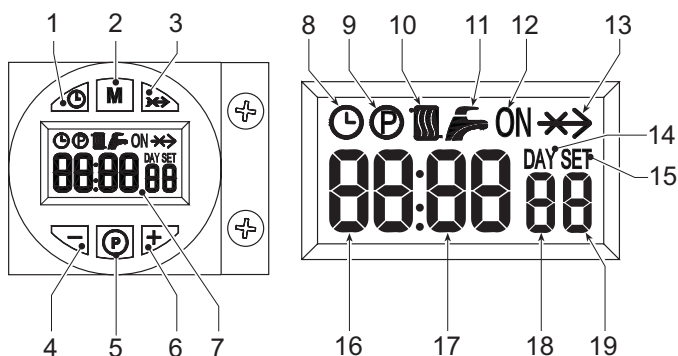

fig. 1 - Panoul de comandă
Cererea de aprindere (generată la închiderea contactului pe bornele 7-8 (vezi fig. 17), în condiții de setare implicită (default setting) este indicată de activarea simbolului caloriferului (det. 10 - fig. 1).
1. Apăsăți pe butonul pentru setarea zilei/orei (det. 1 - fig. 1).
2. Pe afișaj (det. 7 - fig. 1), simbolurile CEAS și DAY (Zi) clipește intermitent: reglați ziua curentă din săptămână cu tastele + și - (det. 4 și 6 - fig. 1), ținând cont de faptul că 1=Luni, 7=duminică. Confirmați ziua apăsând pe butonul pentru reglarea orei/a zilei (det. 1 - fig. 1).
3. Pe afișaj (det. 7 - fig. 1), cele două cifre pentru ORA CURENTĂ și simbolul CEAS clipește intermitent: reglați ora exactă cu tastele + și - (det. 4 și 6 - fig. 1), de la 00 la 23. Confirmați ora apăsând pe butonul pentru reglarea orei/a zilei (det. 1 - fig. 1).
4. Pe afișaj (det. 7 - fig. 1), cele două cifre pentru MINUTELE CURENTE și simbolul CEAS clipește intermitent: reglați minutele exacte cu tastele + și - (det. 4 și 6 - fig. 1), de la 00 la 59. Confirmați minutele apăsând pe butonul pentru reglarea orei/a zilei (det. 1 - fig. 1). Funcționarea Încălzire automată, Manuală On, Manuală Off
Apăsând pe butonul pentru selectarea modului de funcționare (det. 2 - fig. 1) se poate seta:
1. În modul Funcționare automată, pe afișaj (det. 7 - fig. 1) este vizualizat simbolul CEAS. Căderea de activare și de dezactivare a arzătorului depinde de programul săptămânal setat. În intervalul orar solicitat, pe afișaj (det. 7 - fig. 1) este vizualizat și simbolul ON.
2. În modul Funcționare manuală On, pe afișaj (det. 7 - fig. 1) este vizualizat numai simbolul ON. Pentru arzător rezultă că există o solicitare.
3. În modul Funcționare manuală Off, pe afișaj (det. 7 - fig. 1) nu este vizualizat nici simbolul ON, nici simbolul CEAS. Arzătorul este stins.
Programul săptămânal este pre-setat cu 3 intervale orare de activare ON și 3 intervale orare de dezactivare OFF: sunt egale pentru fiecare zi a săptămânii. În intervalul orar de activare, pe afișaj (det. 7 - fig. 1) este vizualizat simbolul ON.
1. Apăsăți pe butonul Programare "P" (det. 5 - fig. 1)
2. Selectați ziua de programat cu tastele + și - (det. 4 și 6 - fig. 1):
3. Apăsăți pe butonul Programare "P" (det. 5 - fig. 1):
- Utilizați tastele + și - (det. 4 și 6 fig. 1) pentru a modifica începutul primului (1st) interval orar de activare ON; de ex. 06:00Apăsăți pe butonul Programare "P" (det. 5 - fig. 1)
- Utilizați tastele + și - (det. 4 și 6 fig. 1) pentru a modifica începutul primului (1st) interval orar de dezactivare OFF; de ex. 09:00Apăsăți pe butonul Programare "P" (det. 5 - fig. 1)
- Utilizați tastele + și - (det. 4 și 6 fig. 1) pentru a modifica începutul celui de-al doilea (2nd) interval orar de activare ON; de ex. 12:30Apăsăți pe butonul Programare "P" (det. 5 - fig. 1)
- Utilizați tastele + și - (det. 4 și 6 fig. 1) pentru a modifica începutul celui de-al doilea (2nd) interval orar de dezactivare OFF; de ex. 14:00Apăsăți pe butonul Programare "P" (det. 5 - fig. 1)
- Utilizați tastele + și - (det. 4 și 6 fig. 1) pentru a modifica începutul celui de-al treilea (3rd) interval orar de activare ON; de ex. 16:00Apăsăți pe butonul Programare "P" (det. 5 - fig. 1)
- Utilizați tastele + și - (det. 4 și 6 fig. 1) pentru a modifica începutul celui de-al treilea (3rd) interval orar de dezactivare OFF; de ex. 23:30Apăsăți pe butonul Programare "P" (det. 5 - fig. 1)
11. Apăsăți pe butonul Programare "P" (det. 5 - fig. 1) timp de 3 secunde, se iese din modul de programare.
Pentru a ajunge la meniul parametri, apăsați pe butonul Programare "M" (det. 2 - fig. 1) timp de 5 secunde. Este afișat parametrul "u01": identificat de mesajul SET 01. Apăsând pe butonul "P" (det. 5 - fig. 1) se poate derula lista parametrilor.
Pentru a modifica valoarea unui parametru este suficient să se apese pe tastele + și - (det. 4 și 6 - fig. 1): modificarea va fi salvată automat. După ce s-a modificat parametrul, trebuie să așteptați 3 secunde: data clipește intermitent și este salvată.